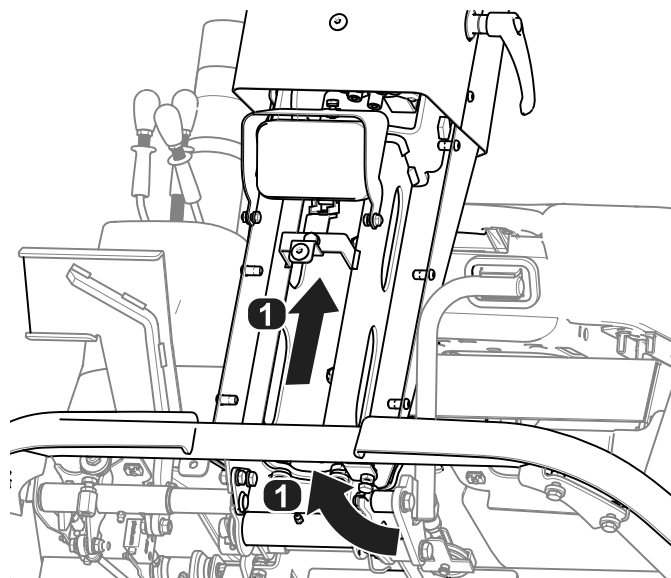

Figura 18
7. Encaminhe a cablagem sob a plataforma com a cablagem da máquina e para a coluna da direção (Figura 18).